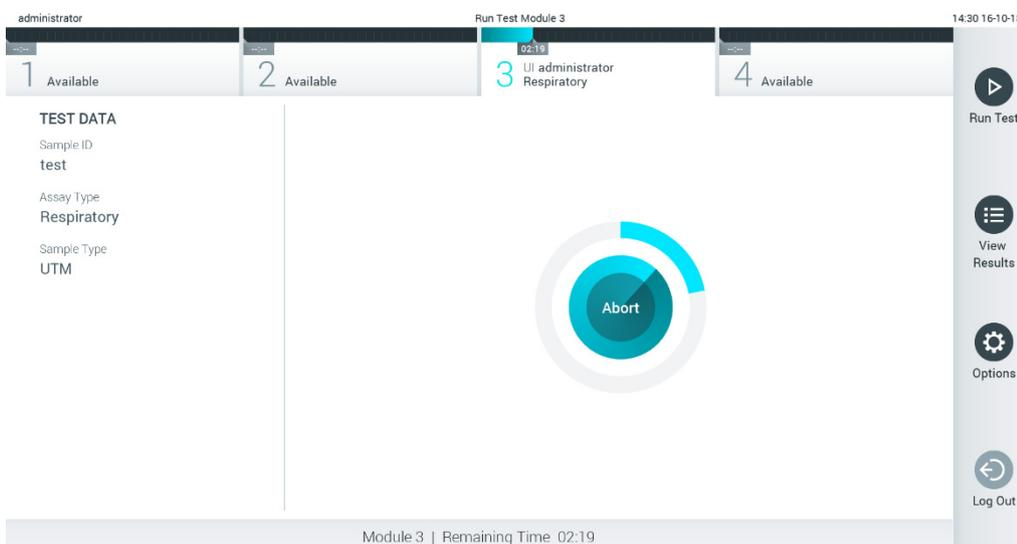

Figure 28. Affichage de l'exécution du test et du temps d'exécution restant.
9. Pendant que le test est en cours, le temps d'exécution restant est affiché sur l'écran tactile (Figure 28).